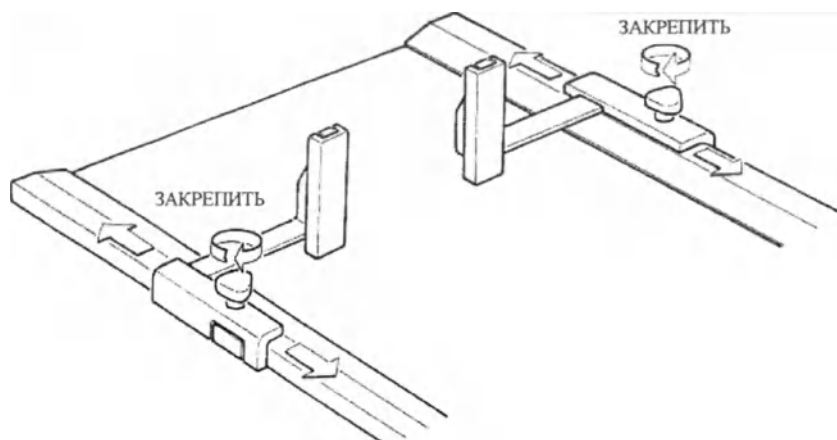

Рисунок 4.7 – Крепление плечевых упоров на деке стола
3. Зафиксируйте их положение, закрутив ручки упоров в направлении, показанном на рисунке (см. Рисунок 4.7).